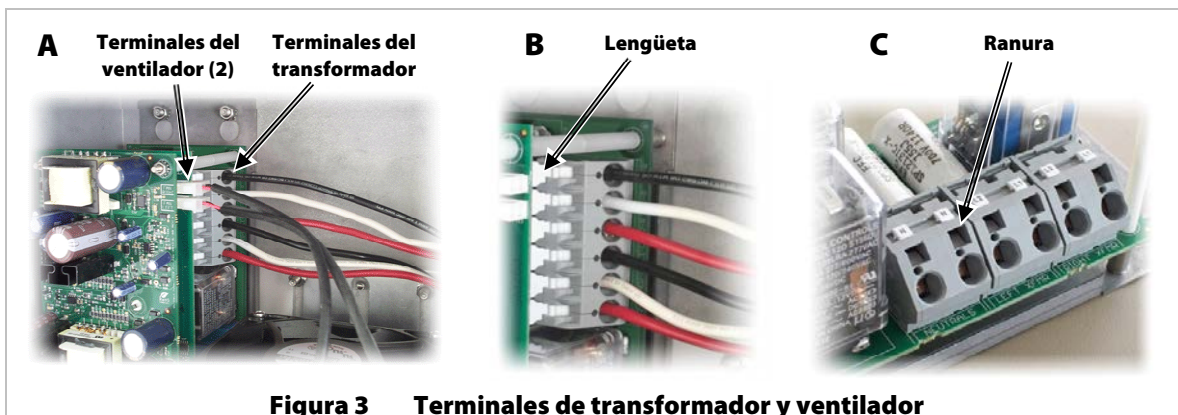

Figura 3 Terminales de transformador y ventilador
3. El módulo de alimentación puede incluir cuatro o seis cables de transformador conectados al módulo de PCBA según el modelo de Radian (consulte la imagen A de la figura 3). Además, en el caso de los modelos de Radian, se utilizan distintos tipos de bloques de terminales para conectar los cables de transformador.
4. Debe desconectar estos cables mediante uno de dos métodos según el tipo de bloque de terminales. Si el bloque de terminales tiene lengüetas de bloqueo, debe desbloquearlas como se indica en el paso 2. (Consulte la imagen B de la figura 3.) Tire de los cables para liberarlos de los terminales.
Si el bloque de terminales no tiene lengüetas de bloqueo, introduzca el destornillador horizontalmente en la ranura correspondiente del bloque de terminales para cada cable. Tire del destornillador hacia afuera (desde la parte posterior del chasis hasta la parte frontal). Esto libera la tensión de los cables. Tire de los cables para liberarlos de los terminales. (Consulte la imagen C de la figura 3.)
1. El módulo de alimentación puede incluir dos o tres cables de transformador conectados al módulo de PCBA según el modelo de Radian (consulte la imagen A de la figura 3). Además, en el caso de los modelos de Radian, se utilizan distintos tipos de bloques de terminales para conectar los cables de transformador.
3. Debe desconectar estos cables mediante uno de dos métodos según el tipo de bloque de terminales. Si el bloque de terminales tiene lengüetas de bloqueo, debe desbloquearlas (tire de ellas hasta una posición perpendicular de modo que sobresalgan de la placa). Al desbloquear las lengüetas, se libera la tensión de los cables. Repita con los demás cables conectados al módulo que desee sustituir. Tire de los cables para liberarlos de los terminales. (Consulte la imagen A de la figura 3.)
Si el bloque de terminales no tiene lengüetas de bloqueo, introduzca el destornillador horizontalmente en la ranura correspondiente del bloque de terminales para cada cable. Tire del destornillador hacia afuera (desde la parte posterior del chasis hasta la parte frontal). Esto libera la tensión del cable. Repita con los demás cables conectados al módulo que desee sustituir. Tire de los cables para liberarlos de los terminales. (Consulte la imagen C de la figura 3.)
4. Desconecte el cable del ventilador del módulo de PCBA para el módulo de alimentación que desee sustituir pinzando su conector y tirando de él hacia la derecha. Consulte la figura 3.